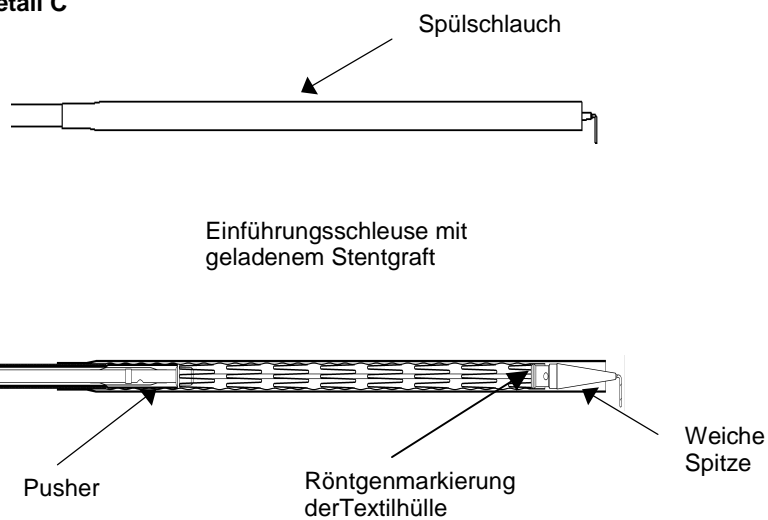

Abbildung 3: E-vita[®] thoracic Stentgraft System
Das Einführsystem (**Abb. 3**) besteht aus vier ineinander verschachtelten Kathetern:
Das Lumen des Drahtführungskatheters dient dem Führungsdraht. Am vorderen Ende des Drahtführungskatheters befindet sich eine weiche, röntgensichtbare Spitze aus Polyurethan (PU). Der E-vita[®] thoracic Stentgraft ist am proximalen Ende des Einführsystems geladen, wobei der Pusher (Katheter) das distale Ende des E-vita[®] thoracic Stentgrafts berührt (Abb. 3, Detail C).
Durch Verschieben des Schalters am Freisetzungsgriff in Stellung D, wird das System in den Betriebsmodus versetzt und der Stentgraft kann freigesetzt werden (Abb. 3, Detail B). Dies geschieht durch kontrolliertes Zurückziehen der Textilhülle gegen den Pusher. Die Fixierung der ersten Stentfeder kann zu jedem Zeitpunkt der Freisetzung gelöst werden, indem der rote Auslöseknopf (Abb. 3, Detail A) am Pushergriff betätigt wird.